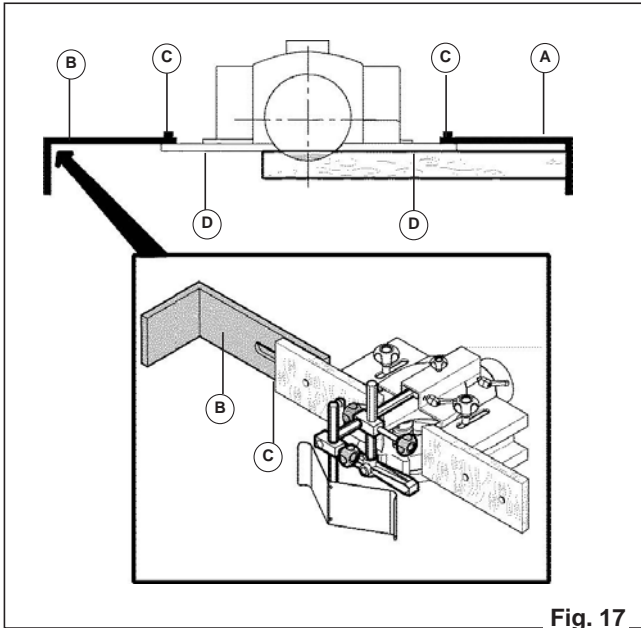

Fig. 17
Stoppen måste fästas på anhållen D med hjälp av skruvarna C (fig. 17).
- stöd trästycket mot stoppet A och tryck det mot fräskuttern (fig. 17);